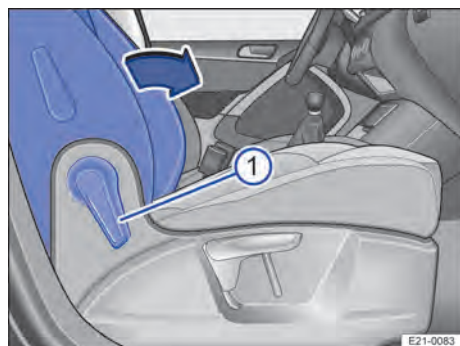

Fig. 66 Siège du passager avant : basculement du dossier vers l'avant
5. Tirez le levier → fig. 66 ⓘ vers l'avant pour déverrouiller le dossier de siège du passager avant.
6. Basculez vers l'avant le dossier de siège du passager avant dans le sens de la flèche → fig. 66 et rabattez-le en position horizontale.